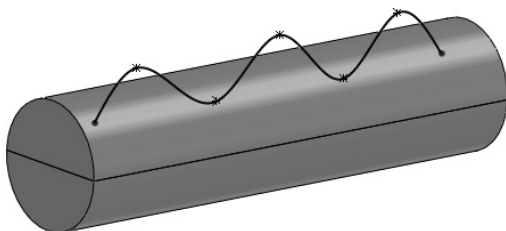

图 4-68 打开的素材文件
STEP 1 打开本书提供的素材文件“4.7.2SC.SLDPRT”,如图4-68所示(由图可知,此素材文件被分割为上下两部分,有一样条曲线位于竖向的前视基准面中)。